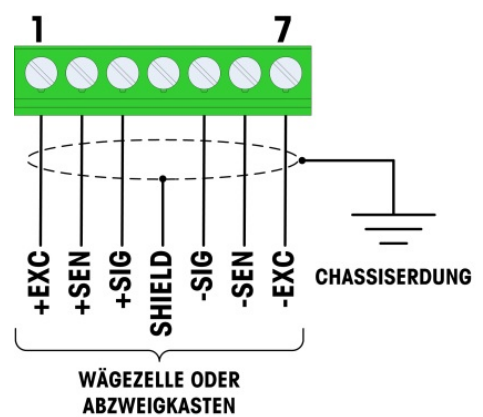

Abbildung 2-23: Wägezellenabschluss, Gehäuseerdung
Tabelle 2-4 und Abbildung 2-23 zeigen die Klemmenfestlegungen für die Klemmenleiste der analogen Wägezelle. Bei der Verwendung von vieradrigen Wägezellen müssen zwischen den Klemmen +EXC und +SEN und zwischen den Klemmen –EXC und –SEN Jumper platziert werden.
5. Die Ferritperle des Terminals wird über das Kabelende geschoben, und die Adern werden mit dem Wägezellenstecker verbunden. Schließen Sie die Signalleitung gemäß der Signaldefinition an den Anschlussstecker an. Der IND231-Sensordraht muss einmal um einen Magnetring gewickelt werden. Achten Sie auf den Farbcode der anzuschließenden Wägezellenader, Abbildung 2-23.
- Verbinden Sie die Wägezellenadern mit dem Stecker der Hauptplatine. Achten Sie auf den Farbcode der anzuschließenden Wägezellenader, Abbildung 2-23. Schließen Sie die Signalleitung entsprechend der Signaldefinition an den Anschlussstecker an.